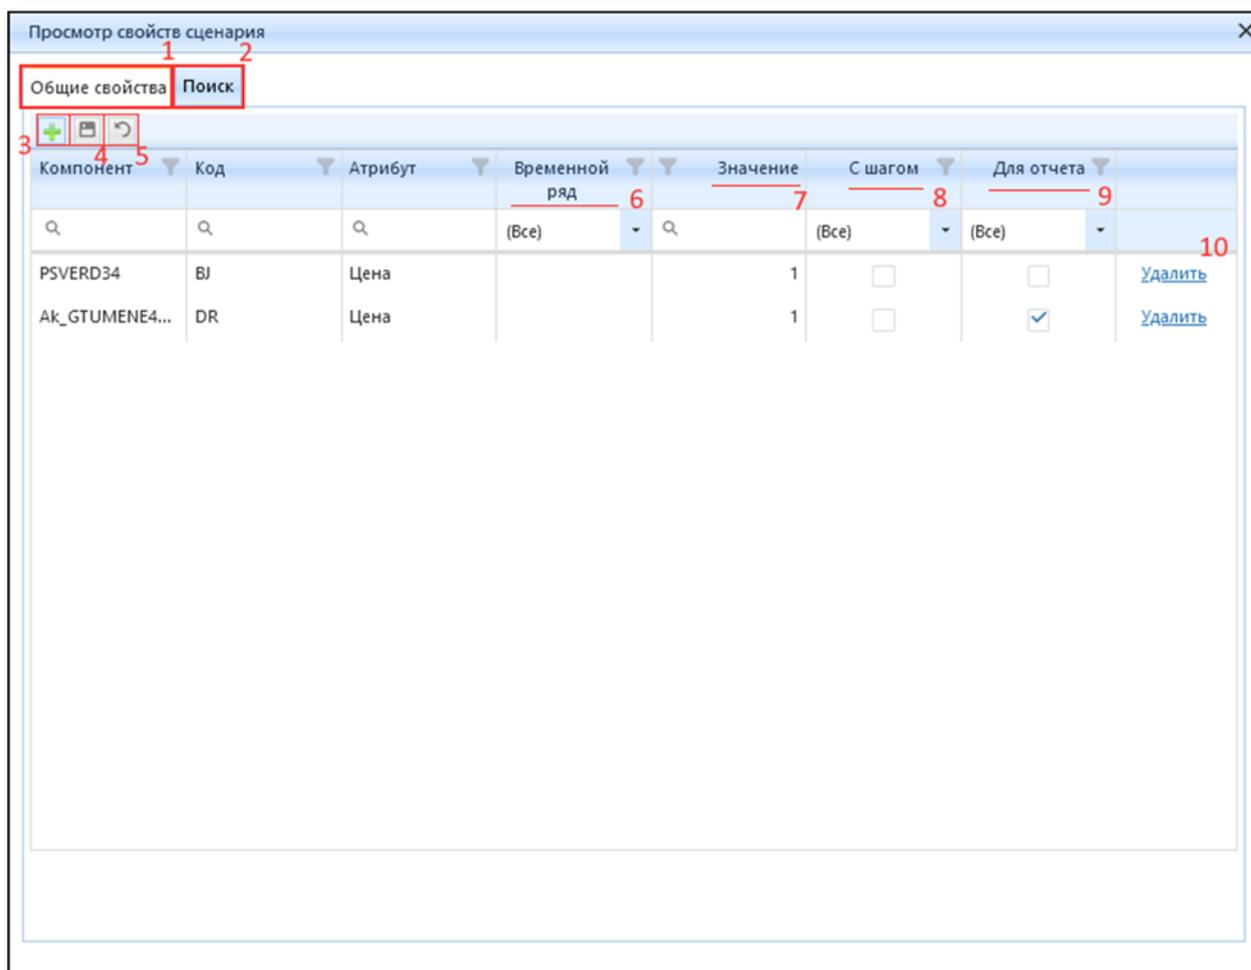

Рисунок 4.3.47 – Просмотр свойств сценария
Для настройки свойств, необходимо выбрать ЛКМ один из созданных сценариев из списка (рис. 4.3.45) и нажать кнопку «Настройки» (12). Откроется новое окно «Просмотр свойств сценария» (рис. 4.3.47).
- добавление компонента (3);
- сохранение произведенных действий (4);
- отмена произведенных действий (5);
- добавление временного ряда (6);
- указание сценарного значения (например: если в атрибуте цена для сценария P_{min} , P_{max} (1 руб/МВт или 5000 руб/МВт.) (7);
- задание шага (8);
- отображение в отчете (9);
- удалить всю строку (10).
На рис. 4.3.47 представлен пример настройки свойств для расчета РСВ сценарий «Pmin». В конкретном случае на станции одна группа точек поставки генерации (ГТПГ), которая является в модели компонентом с кратким наименованием (кодом) DR и одна группа точек поставки потребления (ГТПП), которая является в модели компонентом с кратким наименованием кодом ВJ. Для данных компонентов необходимо задать значение цены, это можно сделать с помощью задания значения в колонке (7) или с помощью временного ряда (6). В данном примере для сценария Pmin принято задано значение 1 руб/МВт, для другого сценария Pmax можно задать 5000 руб/МВт. Чек-бокс в колонке «С шагом» необходимо использовать если для конкретного сценария ранее были произведены настройки использования шага (рис. 4.3.40), в таком случае временной ряд и значение цены не задаются, а будут приниматься те, которые указывались при настройке шага. Чек-бокс в колонке «Для отчета» (9) используется для того, чтобы вывести в отчет из компоненты ту цену, которая использовалась при расчете.